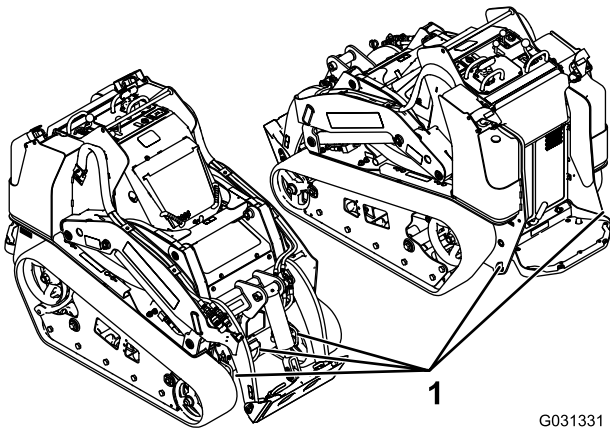

Figura 29
8. Utilice los puntos de amarre metálicos de la máquina para sujetar la máquina firmemente al remolque o al camión con correas, cadenas, cables o cuerdas (Figura 29). Consulte la normativa local respecto a los requisitos de amarre.